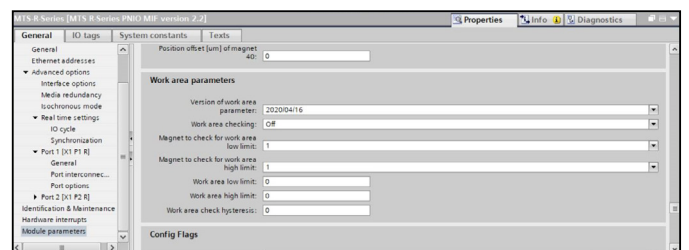

Abb. 82: Einstellung der Schaltpunkte für den Arbeitsbereich (work area)
- **Einstellen der Schaltpunkte für das Eingangsmodul „Sensor status 2“:** Um die Informationen aus dem Eingangsmodul „Sensor status 2“ zu lesen, ziehen Sie dieses Modul in das Fenster „Device Overview“. Im Abschnitt „Module parameters“ des Sensors können Sie unter „Work area parameters“ die Parameter der Schaltpunkte einstellen (Abb. 82):